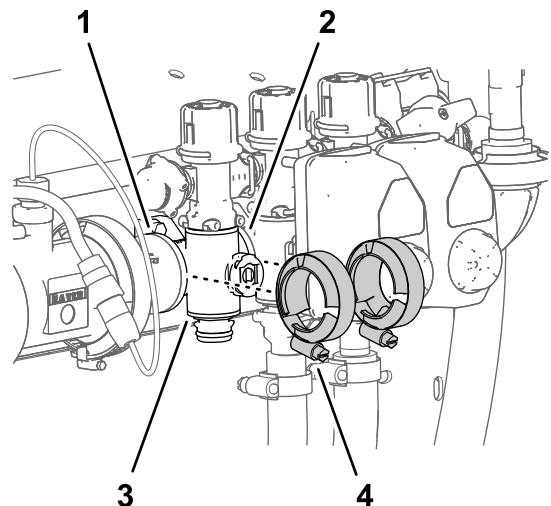

Figure 124
4. Fixez légèrement les colliers bride que vous avez déposés à la section Dépose de la vanne de section du collecteur \(page 88\) sur les brides du collecteur de vanne de section et les brides des autres vannes de section et/ou adaptateur d'accouplement (Figure 124).
7. Serrez les 2 colliers bride à la main (Figure 124).